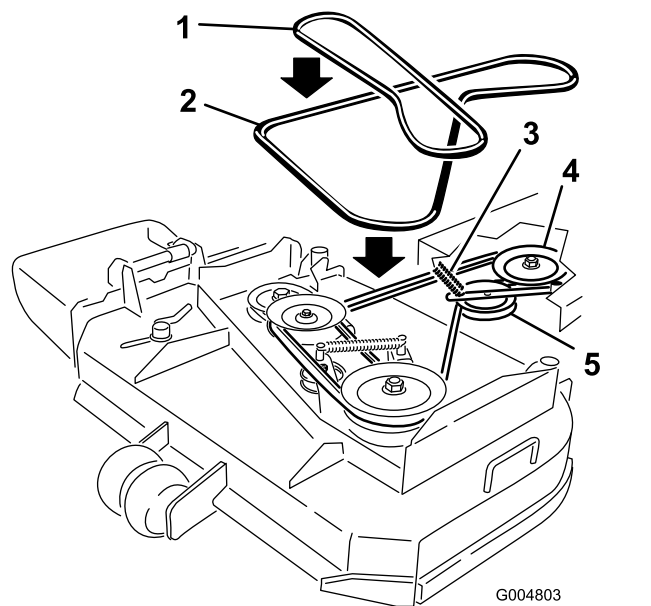

Рисунок 38
- Снимите ремень со среднего шкива деки газнокосилки, вращая шкив (Рисунок 38).
- Снимите ремень со шкива двигателя и подпружиненного натяжного ролика (Рисунок 38).
- Установите новый ремень на шкив двигателя и подпружиненный натяжной ролик (Рисунок 38).
- Наденьте ремень на средний шкив деки газнокосилки, вращая шкив (Рисунок 38).